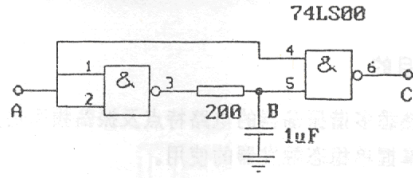

图 7.3
- (1). 用一片 74LS00 接成如图 7.3 所示电路, 输入脉冲用上面实验中由 CMOS 门电路